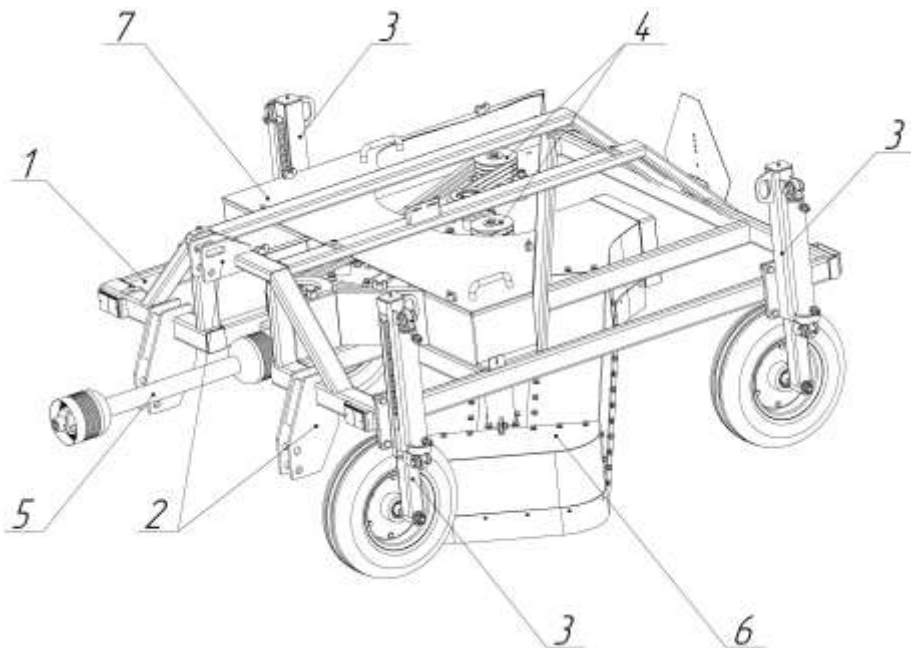

Рисунок 1 – Общий вид машины ботвоуборочной МБУ-1,4ЛК
3.1 Машина ботвоуборочная МБЛ-1,4ЛК представляет собой сварную раму 1, на которую устанавливают остальные части машины: стойки колес 3, элементы привода 4, вал карданный 5, короб защитный 6 и крышки 7 (рисунок 1).
3.2 Рама представляет собой сварную конструкцию из труб прямоугольного сечения в передней части которой приварены уши навески к трактору 2 (рисунок 1).